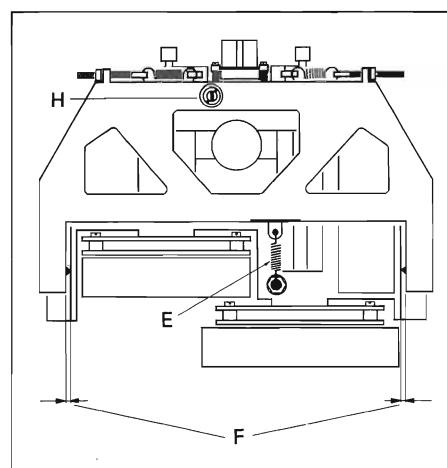

Fig. 3.3
- Bei früheren Geräten wird der Schwenkträger über die Rückzugsfeder [E] geerdet (Fig. 3.3, Ansicht von unten). Bei schlechtem Fremdspannungsabstand (schwankender Wert) wird empfohlen, die Masseverbindung Schwenkträger — Chassis durch den Einbau eines Massebandes (Best. Nr. 64.99.0116) sicherzustellen. (Ab Werk bei neueren Geräten bereits eingebaut).
- In previous units the pivoting carrier was grounded via the retraction spring [E] (Fig. 3.3, view from the bottom). If signal to noise ratio is insufficient (unstable value) we recommend to add a separate ground wire between chassis and pivoting arm (order no. 64.99.0116). (Later units have been equipped ex works with this grounding wire).
- Dans le cas d'appareils plus anciens, le support pivotant des têtes était relié à la masse par le ressort de rappel [E] (Fig. 3.3, vue de dessous). Lors d'un mauvais recul du bruit de fond (valeur non stable) il est recommandé de relier la masse du support pivotant à la masse du chassis à l'aide d'une tresse de masse (no. de commande 64.99.0116). (Cette modification est faite au départ de l'usine pour des appareils plus récents.)
- Kontrollieren, ob die beiden Gewindestifte an den Drehpunkten des Schwenkträgers so eingestellt sind, dass auf beiden Seiten der Abstand Schwenkträger – Doppelkapstannguss [F] gleich gross ist (Fig. 3.3). Der Schwenkträger sollte sich spielfrei und ohne zu klemmen in den Drehpunkten bewegen. Falls nötig, die Gewindestifte entsprechend korrigieren, und mit dem Spezialschraubendreher 46161 die dazugehörige Schlitzmutter festdrehen.
- Ensure that the two headless setscrews at the pivoting point of the carrier are adjusted in such a manner that the clearance between pivoting carrier and dual capstan casting [F] is identical on both sides (Fig. 3.3).
- Die Eintauchtiefe wird mit der Einstellschraube [H] (Fig. 3.3) so eingestellt, dass das andere Ende des Mess-Schiebers sich im Bereich der eingravierten Markierung befindet.
- Adjust engaged length by adjusting screw [H] (Fig. 3.3) in such a manner that the opposite end of the measuring slide is located within the area of the milled marking.
- Ajustez la profondeur de pénétration à l'aide de la vis [H] (fig. 3.3) de façon à ce que l'autre extrémité du curseur soit en face du repère fraisé.